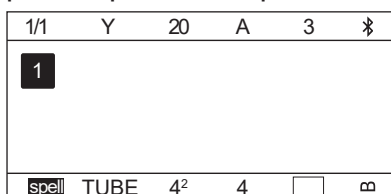

Рисунок 4.1-3
3) Нажмите клавиши [←]/[→] для выбора размера трубки после установки. Нажмите клавишу [Enter], чтобы войти в режим ввода, где можно редактировать содержимое. (Рис. 4.1-3)